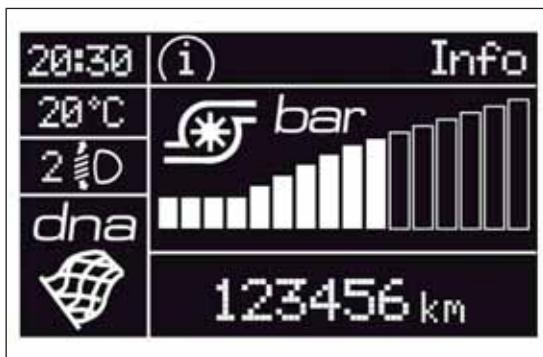

fig. 75
- ❑ **Modalità Dynamic** fig. 75 (immagine del display disponibile per versioni/mercati, dove previsto)